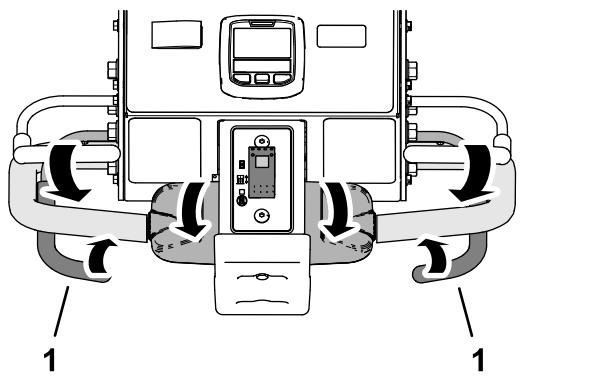

Рисунок 90
- Когда переднее колесо перекатится через границу периметра зоны аэрации, прижмите к рукоятке левую или правую штангу аэрации (Рисунок 90).